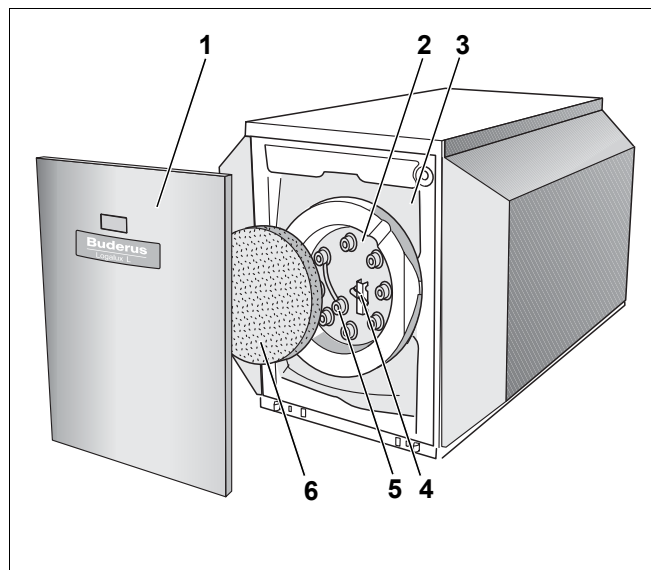

Рис. 1 Бак-водонагреватель Logalux L135 – L200
Коррозионная защита состоит из гигиенической термоглазури DUOCLEAN MKT и дополнительно из катодной защиты в виде магниевого анода (рис. 1, поз. 5), доступной через крышку люка (рис. 1, поз. 2).
- Крышка люка (рис. 1, поз. 2) для проведения техобслуживания и чистки.
- Теплоизоляция (рис. 1, поз. 3)
Теплоизоляция из не содержащего вредных веществ полиуретанового пенопласта нанесена непосредственно на бак. Теплоизоляционный элемент (рис. 1, поз. 6) из пеноматериала уменьшает теплопотери через крышку люка.
- Накладной температурный датчик (рис. 1, поз. 4)